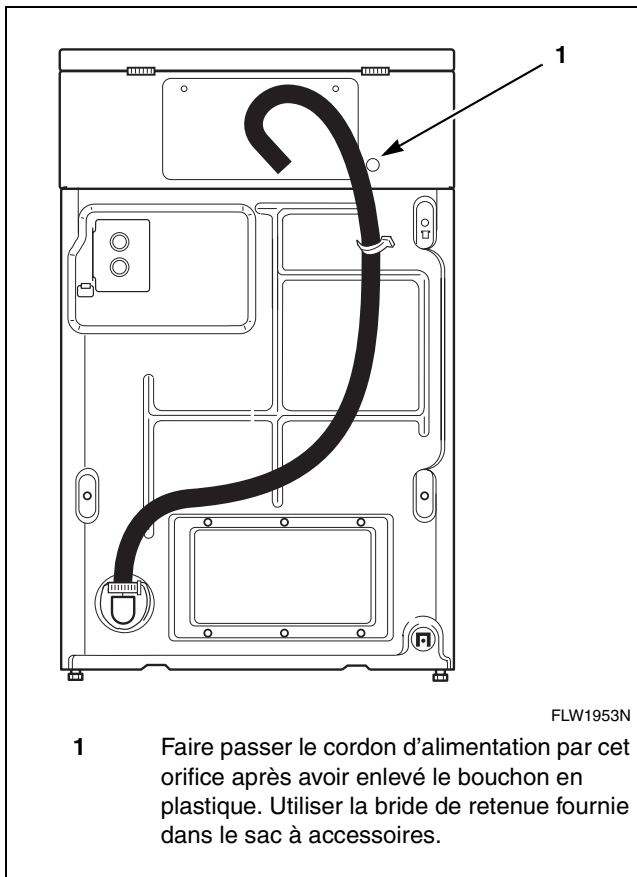

Figure 12
4. Faire passer le cordon d'alimentation par l'orifice. Se reporter à la *Figure 12*.
4. Faire passer le cordon d'alimentation par l'orifice. Se reporter à la Figure 12.